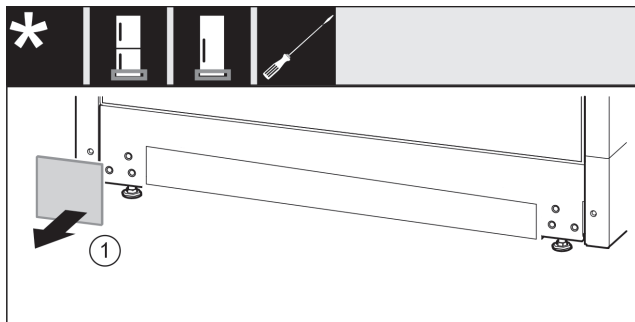

Fig. 35
▶ Detașați apărătoarea. Fig. 35 (1)